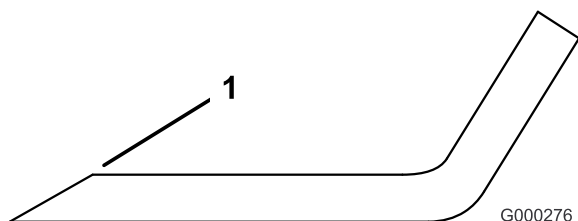

Figure 84
1. Au moyen d'une lime, affûtez les tranchants aux deux extrémités de la lame (Figure 84). Veillez à conserver l'angle de coupe d'origine. Limez la même quantité de métal sur chacun des deux tranchants pour ne pas déséquilibrer la lame.